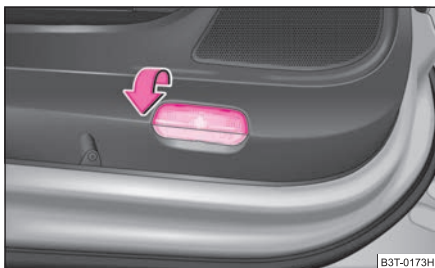

Abb. 230 Vordere Tür: Warnleuchte
- Klappen Sie die Leuchte in Pfeilrichtung heraus ⇒ Abb. 230.